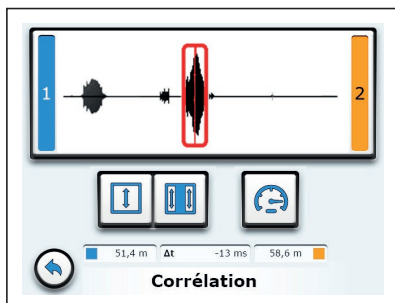

Fig. 27: Menu **Corrélation**
1. Touchez la courbe de corrélation. Le récepteur passe au menu **Corrélation** (fig. 27).